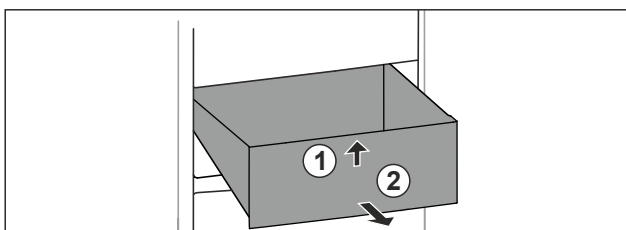

Fig. 73
- Løft skuffen foran. Fig. 73 (1)
- Ta ut skuffen framover. Fig. 73 (2)